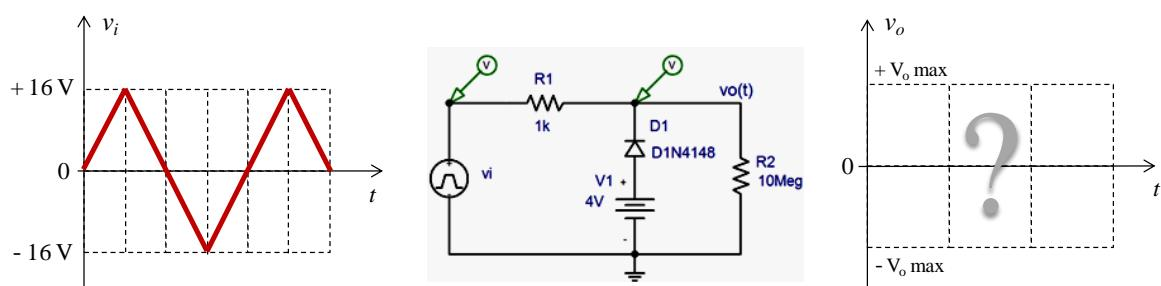

Figura 1.147 – Ceifador paralelo com entrada triangular, simétrica em relação ao eixo do tempo.
► Exemplo 27 – Encontrar o sinal de saída do ceifador da Figura 1.147, para um sinal de entrada de onda triangular ( $32 \text{ V}_{\text{pp}}$ , em  $10 \text{ kHz}$ ).